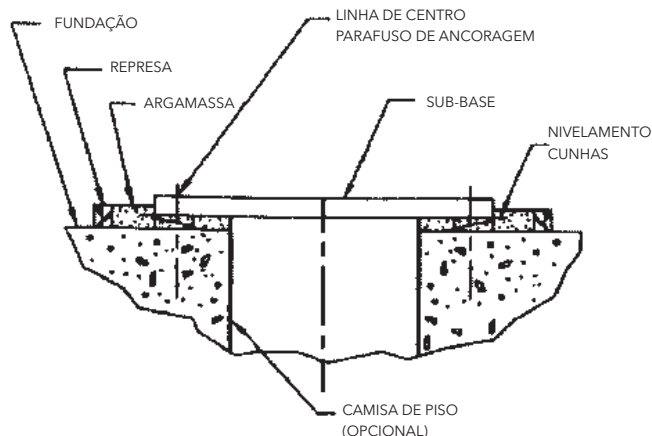

Figura 4
A. Através de cunhas de nivelamento. Isto é mostrado na Figura 4.
2. Construa uma represa ao redor da fundação (veja a Figura 4). Molhe bem a fundação.